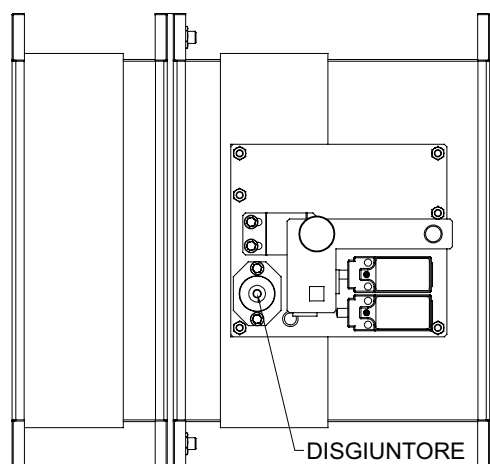

FIG. 6 Pala chiusa
- 2 - Portare la leva in posizione di sicurezza (come in FIG. 6) tirando il pomolo verso l'esterno, in questo modo si porta la molla di azionamento in posizione di minimo carico con leva a fine corsa;